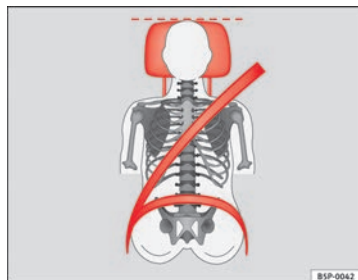
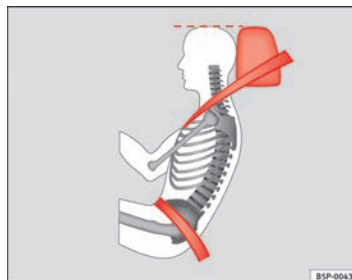

Fig. 91 Visto de frente:
Fig. 92 Visto de lado:
- Ajuste el apoyacabezas de modo que el borde superior del mismo quede a la misma altura que la parte superior de la cabeza, como mínimo a la altura de los ojos ⇒ fig. 91 y ⇒ fig. 92.